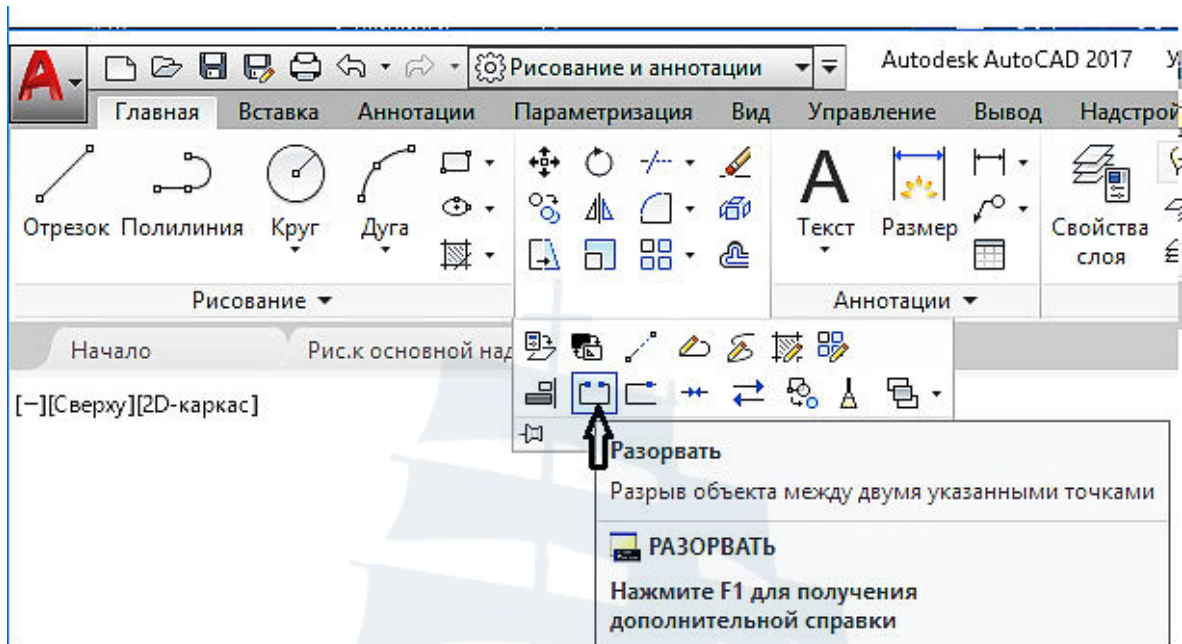

Рис. 98
– щелчком мыши по кнопке  **Разорвать** на панели инструментов **Редактирование** на вкладке **Главная** ленты инструментов, предварительно кнопкой  открыв дополнительный список инструментов (рис. 98);